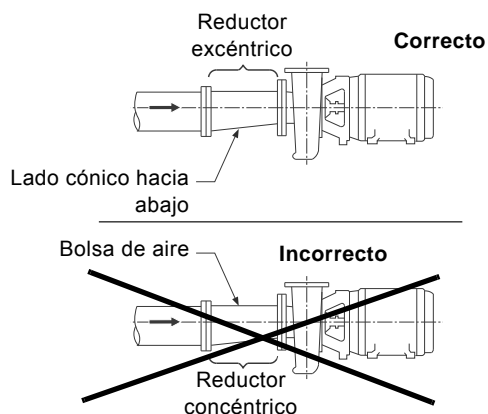

Fig. 2 Tubería de entrada
- Use un reductor excéntrico con el lado cónico hacia abajo. Consulte la fig. 2.